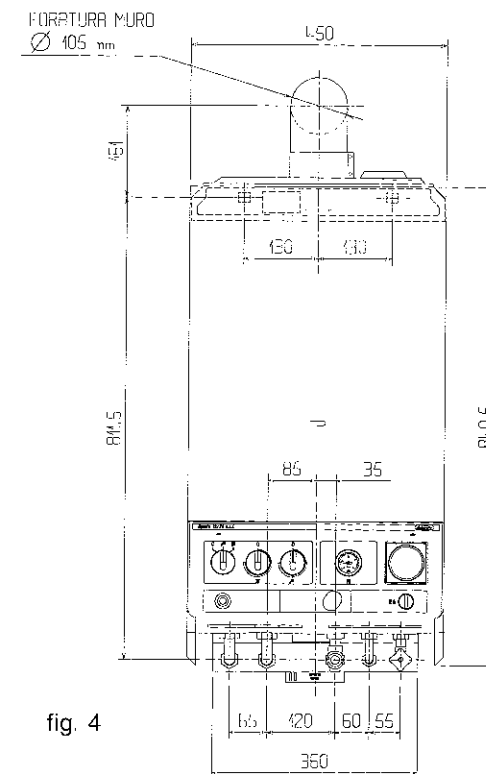

fig. 4
- Praticare nel muro un foro $\varnothing 105$ mm con pendenza verso l'esterno dell'1% secondo le figure 4 - 5.